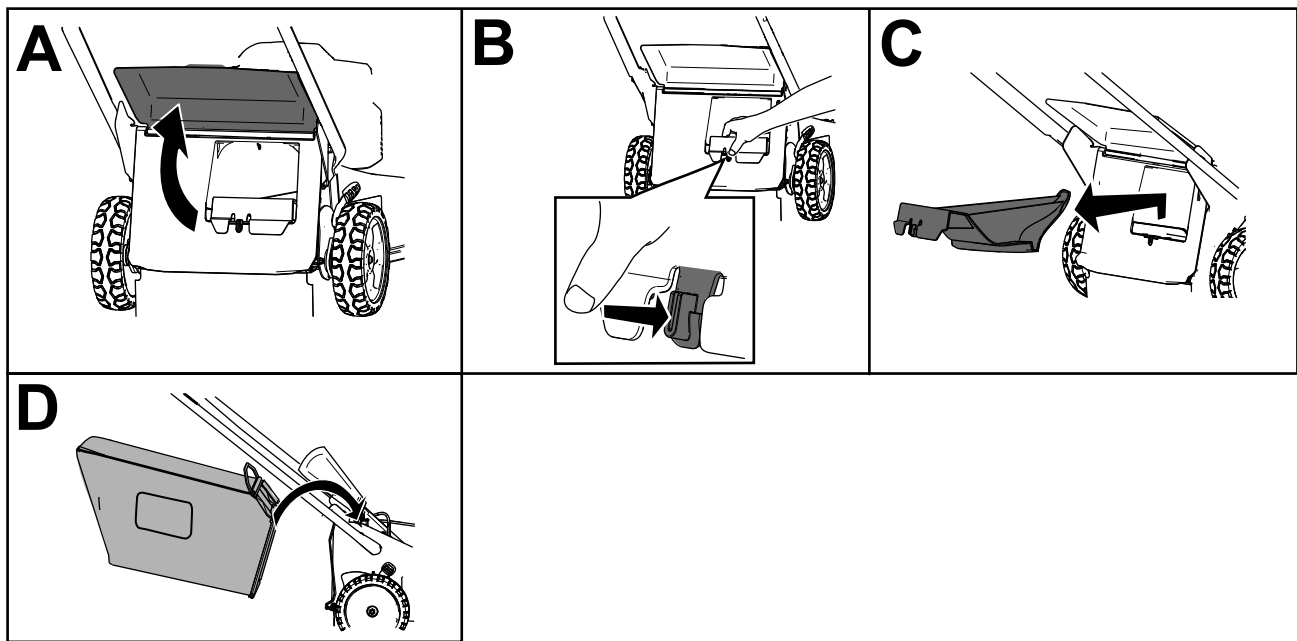

Figura 18
**Nota:** Para desbloquear el tapón trasero, gire la palanca del tapón a la derecha (Figura 18).
3. Levante y sujete el deflector trasero (Figura 18, A).
4. Retire el tapón de descarga trasera presionando el enganche hacia dentro con el dedo pulgar y extrayendo el tapón de la máquina (Figura 18, B y C).
5. Inserte los extremos de la varilla de la bolsa en las muescas de la base del manillar, y mueva la bolsa hacia adelante y hacia atrás para verificar que los extremos de la varilla están asentados en el fondo de cada muesca (Figura 18, D).
3. Retire la varilla de la bolsa de recogida de las muescas de la base del manillar (Figura 18, A).
4. Instale el tapón de descarga (Figura 18, B).
5. Baje el deflector trasero (Figura 18, C).